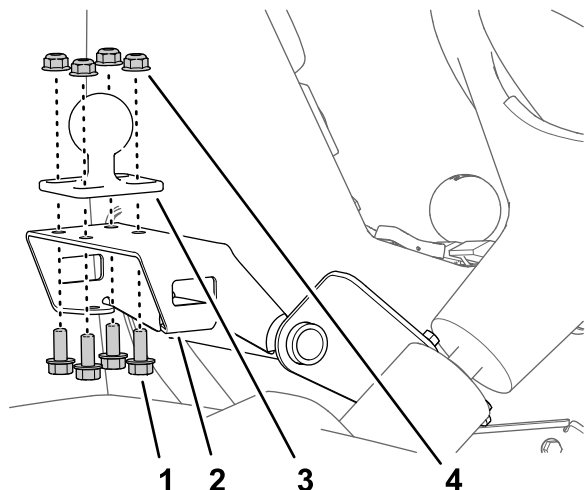

図 164
1. ボールマウントをモニタマウント用ブラケットに組み付ける 図 164 フランジヘッドボルト 5/16 x 3/4 インチ 4本とフランジロックナット 5/16 インチ4個を使用する。